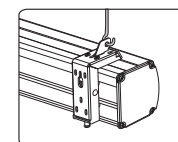

图17
4. 将银幕挂在螺旋挂钩后，然后再检查挂钩的安全性，必要时采取合理的方式确保银幕在任何情况下都不会从挂钩上意外滑落。（如图17）